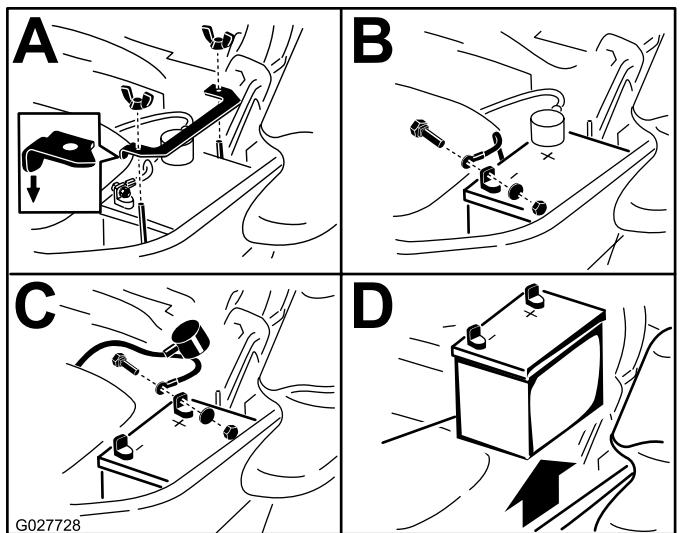

Figure 55
3. Retirez la batterie, comme montré à la Figure 55.
**Remarque:** Placez la batterie dans son support en tournant les bornes à l'opposé du réservoir hydraulique (Figure 55).